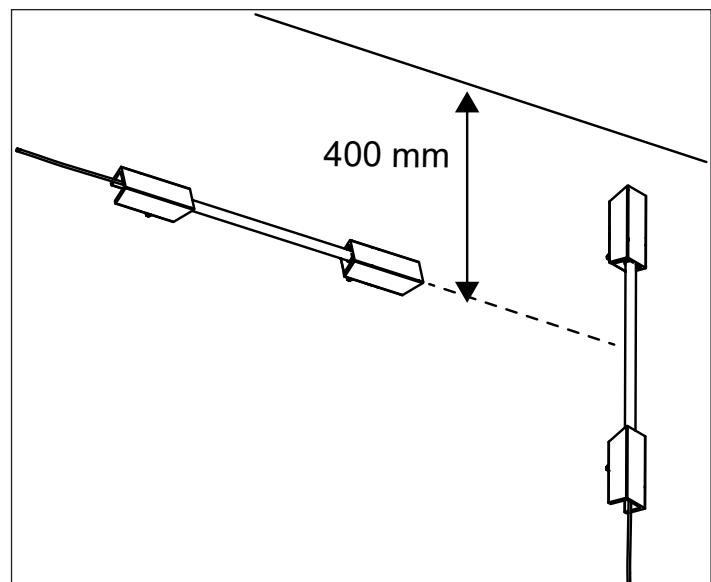
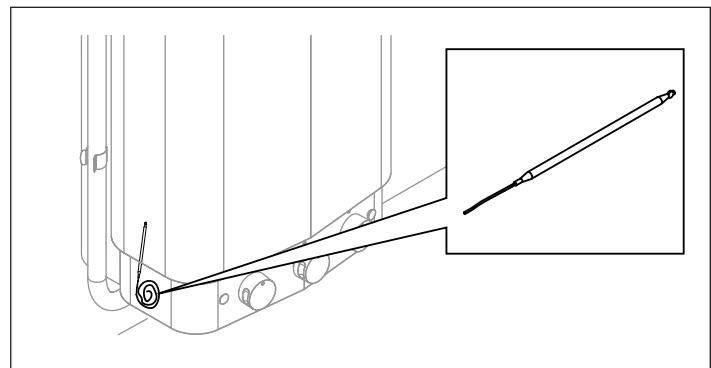
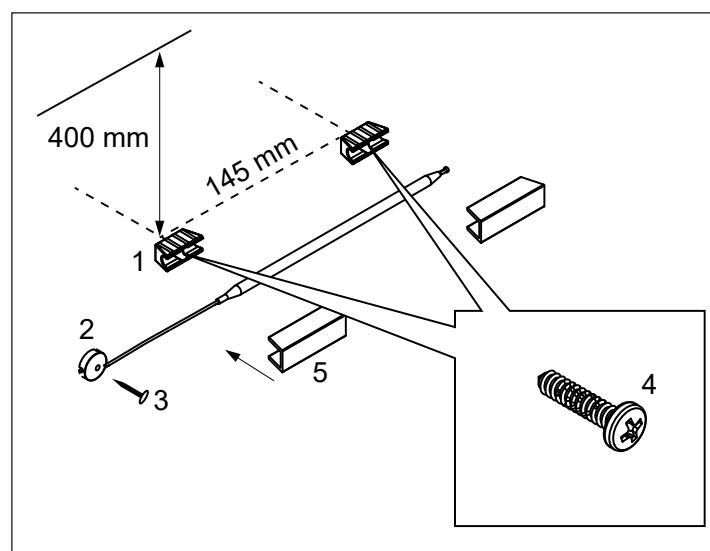

Abbildung 17: Platzierung des Temperatursensors
Abbildung 18: Hier finden Sie den Temperatursensor
Abbildung 16: Installation des Temperatursensors
Montieren Sie die Temperatursensorhalterungen (siehe (1) in Abb. 16) mithilfe der zwei mitgelieferten Schrauben 400 mm unter der Decke, bei einem Abstand von 145 mm zwischen den Schrauben (4).
Bringen Sie den Temperatursensor (seitlich an der Heizung, siehe Abb. 18) an und befestigen Sie die Abdeckprofile. Sichern Sie den Heizstab mit zwei Clips (2) und dem Kopfnagel (3) (siehe Abb. 16). Der Sensor kann vertikal oder horizontal angebracht werden, (siehe Abb. 17)
Wenden Sie sich an den TylöHelo Kundendienst, bevor Sie Spannungen oder Phasennummern anschließen, die nicht im Schaltplan (Abb. 17) abgebildet sind.